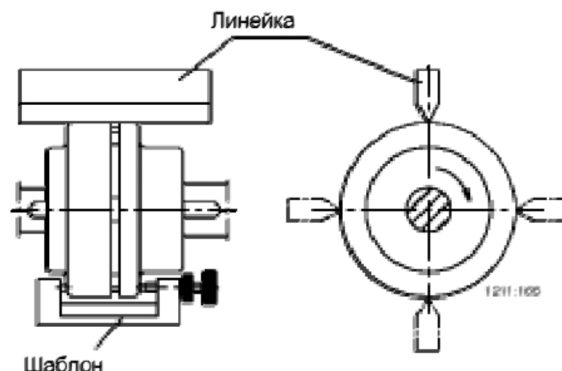

Рисунок 2
- c) ширина зазора между обоими полумуфтами должна быть одинаковой по всему периметру (контроль зазора проводить линейкой или шаблоном – см. рис. 2);